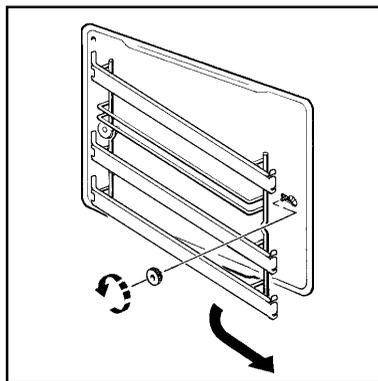

Fig. 9
1. Dévissez les vis de serrage des glissières et enlevez-les (Fig. 9)